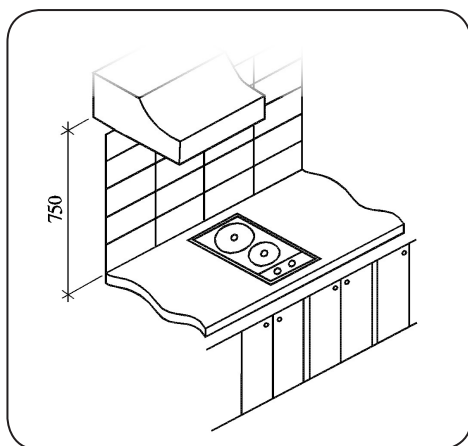

Fig. 8
Prever no tampo onde o cooktop será instalado uma abertura com as dimensões indicadas na tabela 2 [Figura 7], assegurando-se que sejam respeitadas as dimensões mínimas do espaço no qual o aparelho deve ser instalado [Fig. 8].
- Considerar 750 mm como distância mínima, em relação aos queimadores, para um móvel suspenso [Fig. 8].